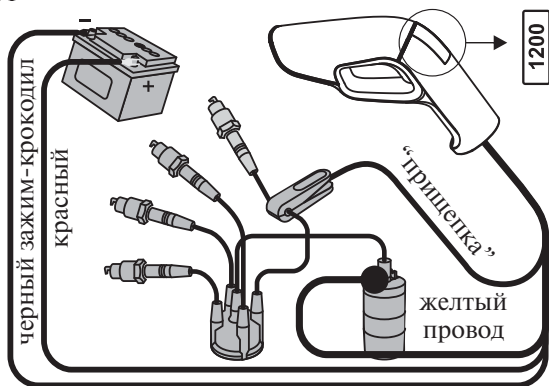

Рис. 1: Подключение к бензиновому автомобилю
Внимательно ознакомьтесь с инструкцией. Схема подключения к бензиновому двигателю представлена на рис. 1
- ★ с прерывателем (для контактной системы зажигания), рис. 1
- ★ с коммутатором (для бесконтактной системы зажигания), рис. 1